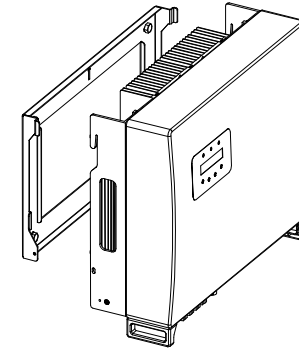

Abbildung 4.5 Wandhalterung
2. Heben Sie den Wechselrichter an (vermeiden Sie dabei körperliche Überlastungen) und richten Sie die hintere Halterung am Wechselrichter am konvexen Abschnitt der Halterung aus. Hängen Sie den Wechselrichter in die Halterung und vergewissern Sie sich, dass er sicher ist (siehe Abbildung 4.5).